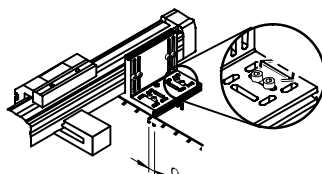

Bild 7: $Q =$ Spiel für Querbefestigung
- Drehen Sie die Befestigungsschrauben für die Querbefestigung zunächst nur leicht fest (siehe Bild 7: Q).
- Drehen Sie die Befestigungsschrauben (siehe Bild 7: Q) der Führungsschnecke fest.